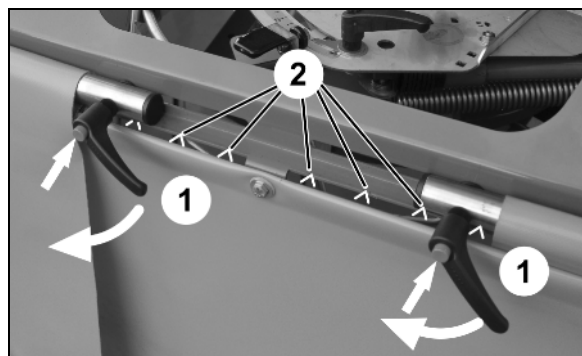

Рис. 25
2. Ослабьте рычаги (Рис. 25/1) с обеих сторон.
При этом метки (Рис. 25/2) служат в качестве ориентиров.